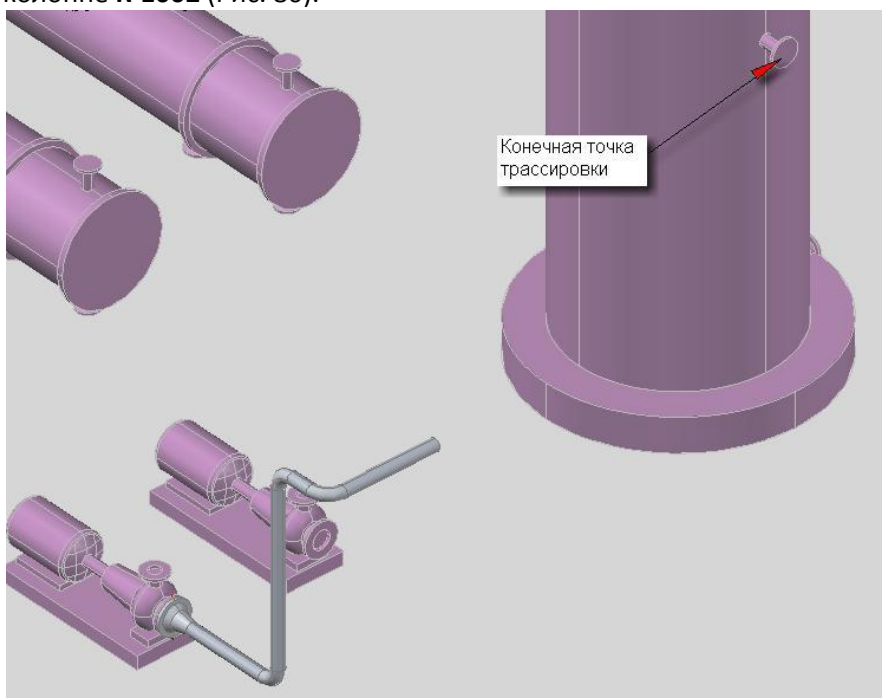

Рис. 80
- В качестве конечной точки укажите фланцевый штуцер **N-11** на вертикальной колонне **K-1002** (Рис. 80).